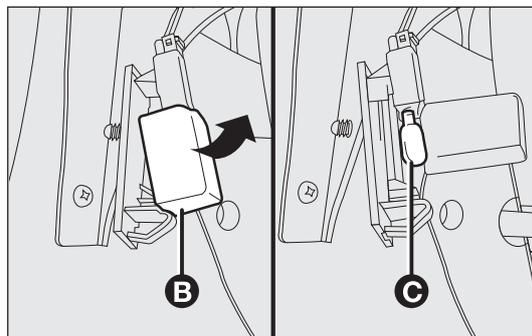

fig. 164
- abra la protección de la lámpara B-fig. 164 y sustituya la lámpara C introducida a presión;